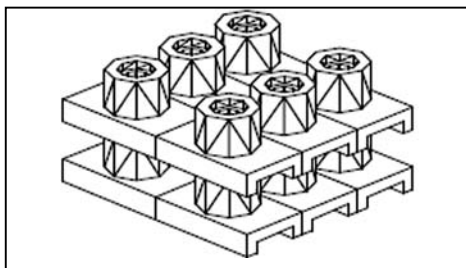

Рис. 7.21. Результат объемного размножения
8. Произвести трехмерное размножение получившегося объекта — «*Редактировать*» / «*3D-операции*» / «*3D-массив*» (рис. 7.21).